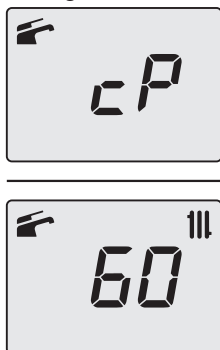

Figura 9.25
- Premendo il tasto 15 (Figura 9.20) è possibile variare la potenza in modalità spazzacamino: con visualizzazione sul display LCD delle lettere **cP** che si alternano con il valore di temperatura dell'acqua di riscaldamento (es.**60**), siamo "funzione spazzacamino" alla potenza massima in riscaldamento (Figura 9.25).